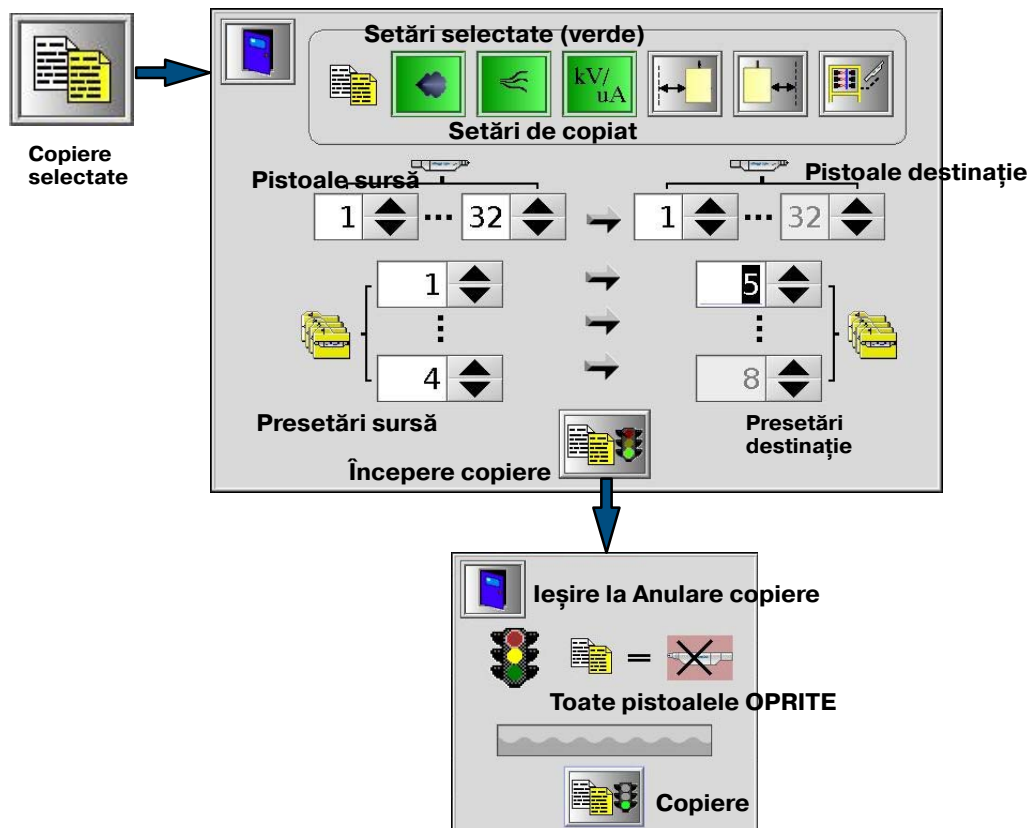

Figura 4-18 Copiere selectate - ecran de comandă a pistolului
1. A se vedea Figura 4-18. Atingeți butonul **Copiere selectate** pentru a deschide ecranul pentru copiere selectate.